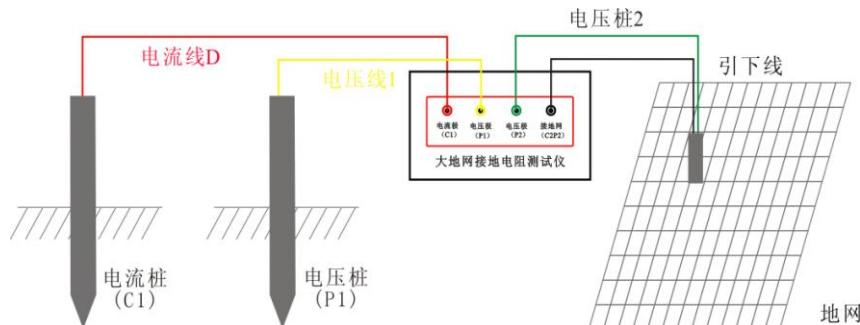

图 4 四极法测量接线图
- 3、电流测试线和电压测试线按规定的长度将一端与仪器相接后平行放出。另一端分别接在两个地桩上（如图 3 或图 4 所示）。